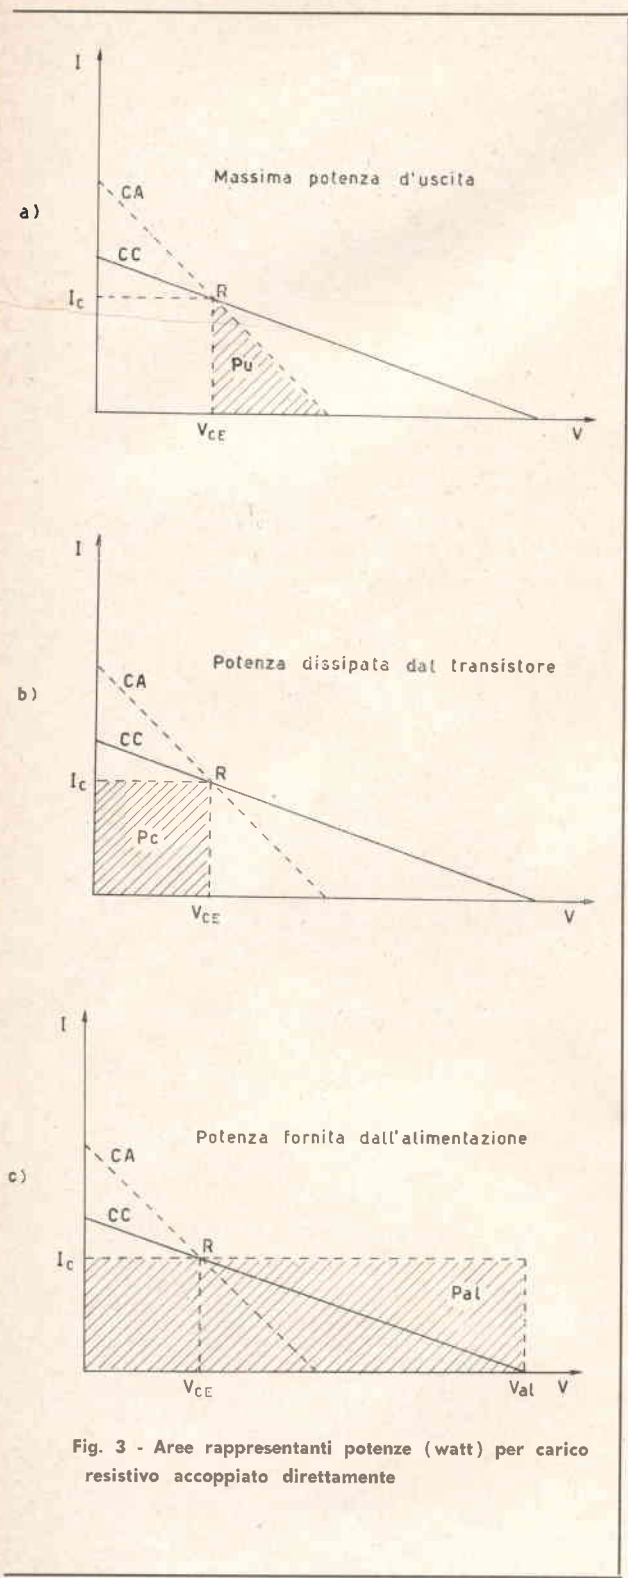
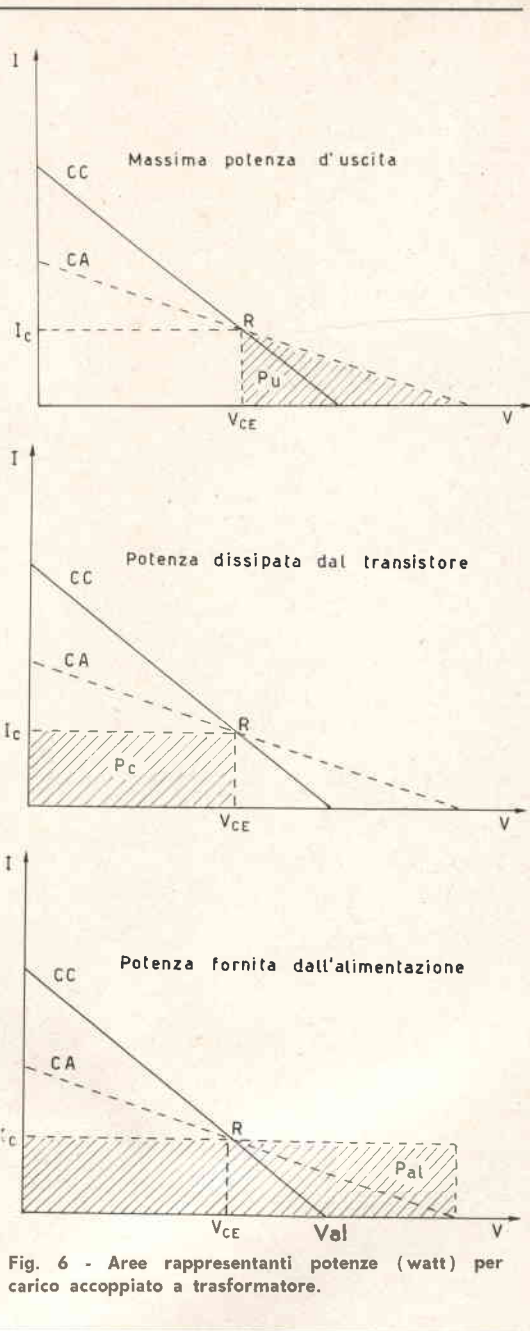

Fig. 3 - Aree rappresentanti potenze (watt) per carico resistivo accoppiato direttamente
Fig. 6 - Aree rappresentanti potenze (watt) per carico accoppiato a trasformatore.
Per rendersi conto di come vada distribuita nel circuito la potenza fornita dall'alimentazione è molto utile considerare la questione da un punto di vista geometrico. Si osservino le figure in fig. 3. In ognuna di esse è tratteggiata l'area corrispondente rispettivamente alla potenza massima d'uscita  $P_u$ , alla potenza dissipata dal transistorore  $P_c$  e alla potenza fornita dall'alimentazione  $P_{al}$ .
(8)  $P_{a1} = V_{a1}I_c$  dove (osservando lo schema di fig. 3 e ricordando la (6):  $V_{CE} = I_c R_L'$ ) si ha:
Si noti come il rapporto tra l'area della a) e della b) di fig. 6 sia maggiore del medesimo rapporto di fig. 3, fatto che mette in evidenza come il rendimento di uno stadio ad accoppiamento per trasformatore è maggiore del rendimento d'uno stadio ad accoppiamento diretto. Può sorgere la domanda se sia possibile eliminare il resistore  $R_L$  in serie all'emittore del transistor. Anche qui la risposta è quasi sempre negativa, essendo ad esso dovuto l'importante compito di rendere stabile lo stadio. La stabilità termica, che viene espressa da un certo parametro  $S$ , è infatti funzione di  $R_L$ . Per ora ci basti il sapere questo; il parametro  $S$ , ossia la stabilità, potrà essere oggetto di un futuro notiziario.